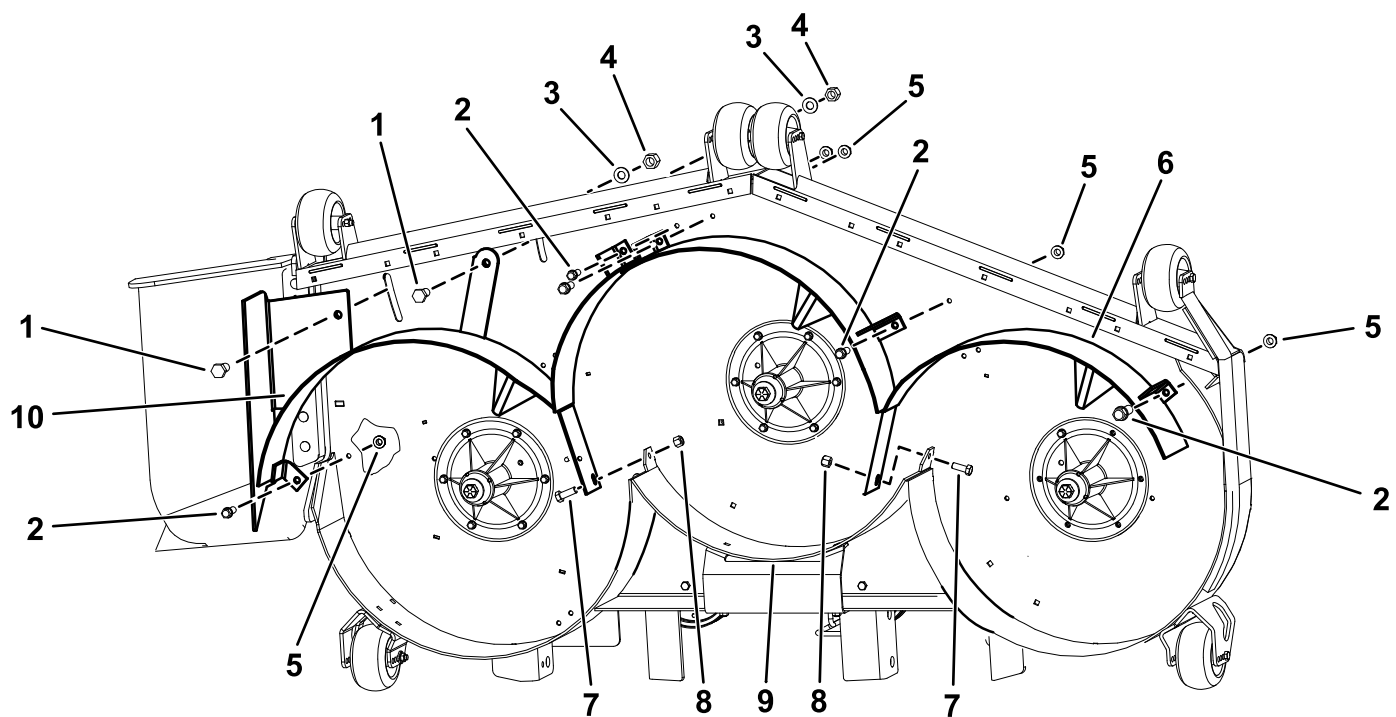

Figure 4
1. Montez le déflecteur droit sur le plateau de coupe (Figure 4).
2. Fixez légèrement le déflecteur droit au sommet du plateau de coupe à l'aide de 2 boulons (1/2" x 1"), 2 boulons taraudeurs (3/8" x 1"), 2 écrous (1/2"), 2 rondelles (1/2") et 2 écrous à embase (3/8"), comme montré à la Figure 4.
3. Fixez légèrement le déflecteur droit sur le déflecteur arrière à l'aide de 1 boulon (3/8" x 1") et 1 écrou (3/8"), comme montré à la Figure 4.
4. Montez le déflecteur gauche sur le plateau de coupe (Figure 4).
5. Fixez légèrement le déflecteur gauche au sommet du plateau de coupe à l'aide de 3 boulons taraudeurs (3/8" x 1") et 3 écrous à embase (3/8"), comme montré à la Figure 4.
6. Fixez légèrement le déflecteur gauche sur le déflecteur arrière à l'aide de 1 boulon (3/8" x 1") et 1 écrou (3/8"), comme montré à la Figure 4.